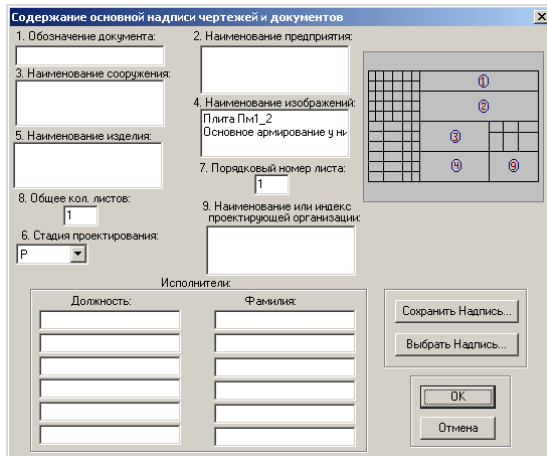

Рис.2.8.4. Окно диалога **Содержание основной надписи чертежей и документов**
- В открывшемся окне диалога **Содержание основной надписи чертежей и документов** (рис.2.8.4) выполните следующие действия: